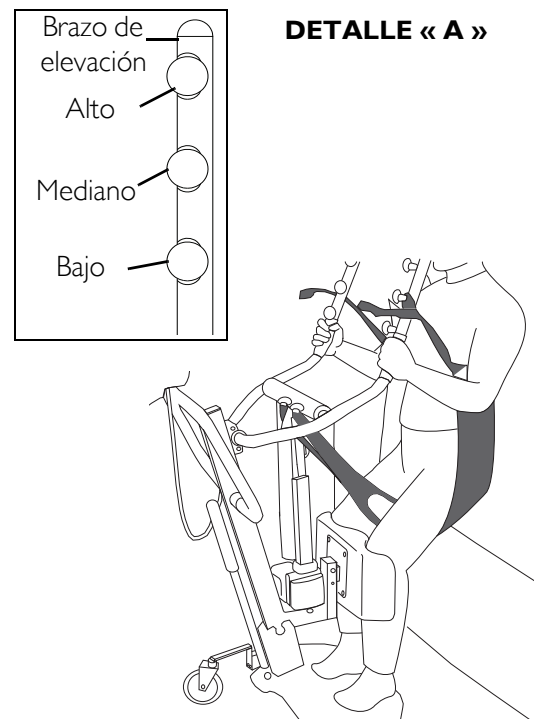
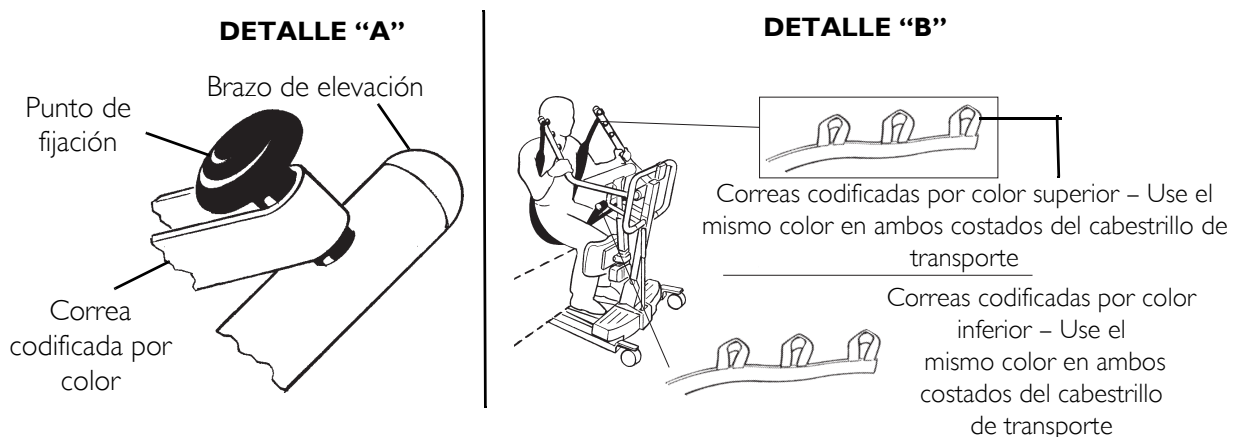

FIGURA 6.4 Uniendo las hondas a la elevación ascendente del soporte - Eslinga de transporte o transferencia
FIGURA 6.5 Uniendo las hondas a la elevación ascendente del soporte - Eslinga de transporte o transferencia
NOTA: Para este procedimiento, consulte la FIGURA 6.4 and FIGURA 6.5.
- El cabestrillo de transporte se envuelve alrededor del exterior de cada brazo de elevación. Consulte el ejemplo “B” de FIGURA 6.4 on page 73.
- La correa codificada por color más cercana al paciente se usa para mantener la estabilidad y comodidad. Consulte el ejemplo “B” de FIGURA 6.4 on page 73.
- La correa codificada por color se ajusta correctamente a la perilla de fijación. Consulte el ejemplo “B” de FIGURA 6.5.
- La misma correa codificada por color superior se usa en cada lado del cabestrillo de transporte. Consulte el ejemplo “A” de FIGURA 6.5.
- El mismo punto de fijación se utiliza en cada brazo de elevación. Consulte el ejemplo “B” de FIGURA 6.4 on page 73. Consulte el ejemplo “B” de FIGURA 6.5.